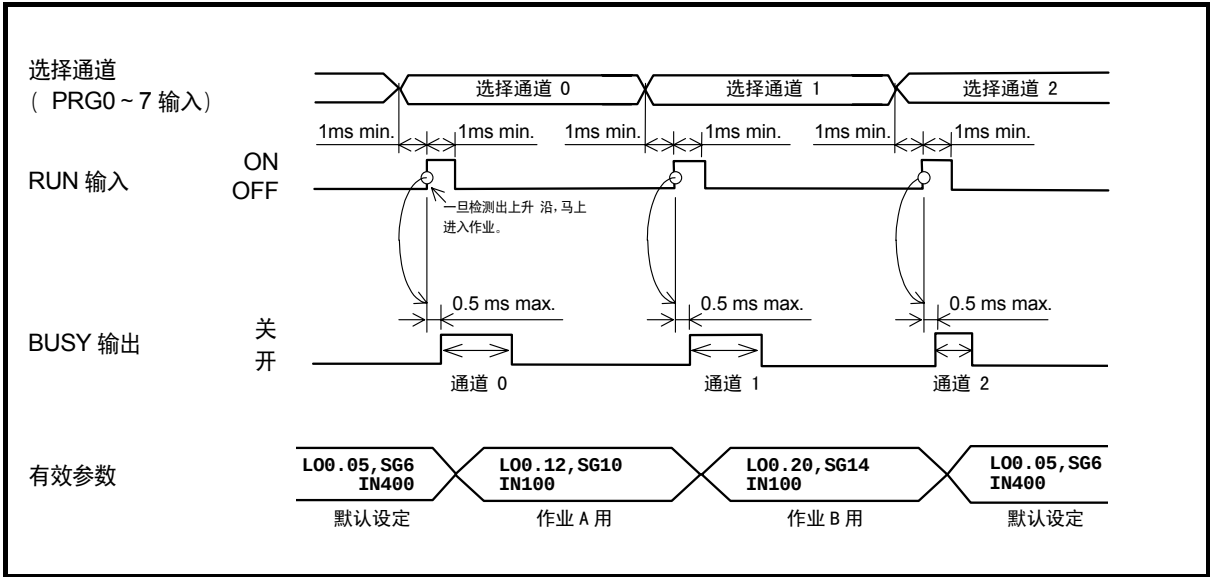

图 8-21：分别使用 3 种类型的增益设定的示例的时序
- 显示使用了「图 8-21：分别使用 3 种类型增益设定的示例的时序」的增益变更示例。